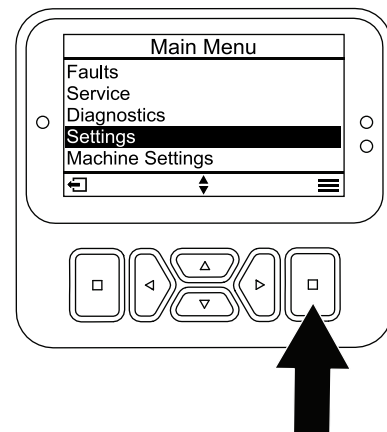

Bild 20
1. Blättern Sie vom HAUPTMENÜ zum Menü EINSTELLUNGEN und drücken Sie die Auswahltaste (Bild 20).